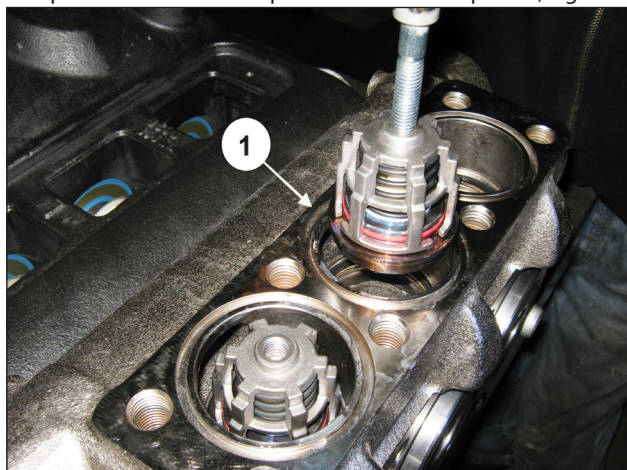
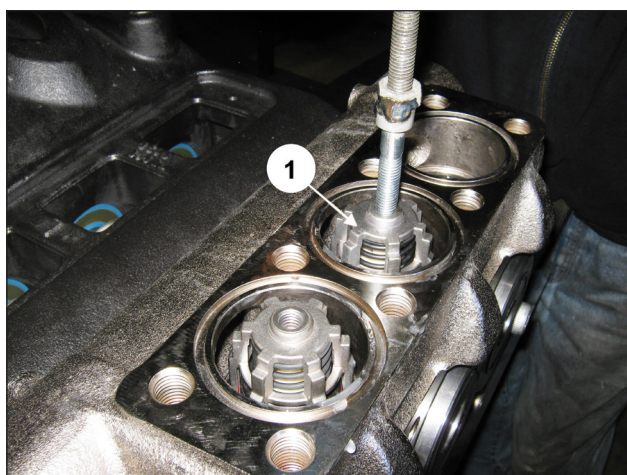

Fig. 144
Fig. 145
Accertarsi che O-ring e anello antiestrusione vengano alloggiati perfettamente in sede. Inserire il gruppo valvola di mandata (pos. ①, Fig. 144). Il gruppo valvola completo deve essere inserito completamente a fondo e presentarsi come in pos. ①, Fig. 145.